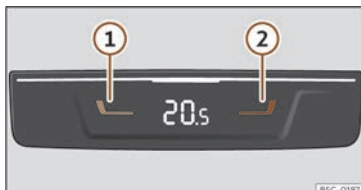

Fig. 110 Dans la partie arrière de la console centrale : commandes pour la banquette arrière.
- Appuyez sur les touches ① et ② >>> **fig. 110** pour régler la température de la zone arrière.